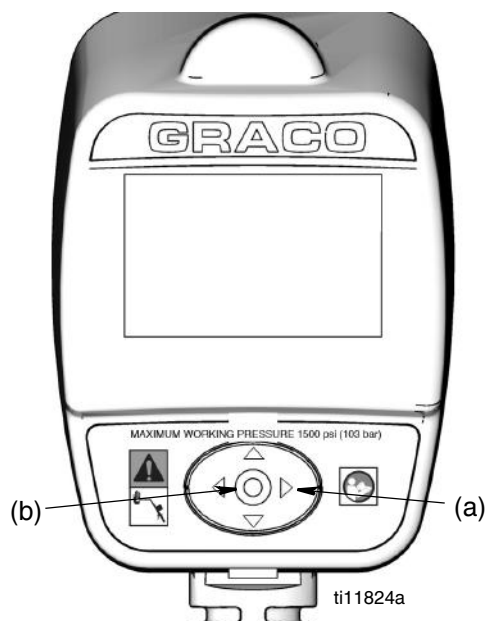
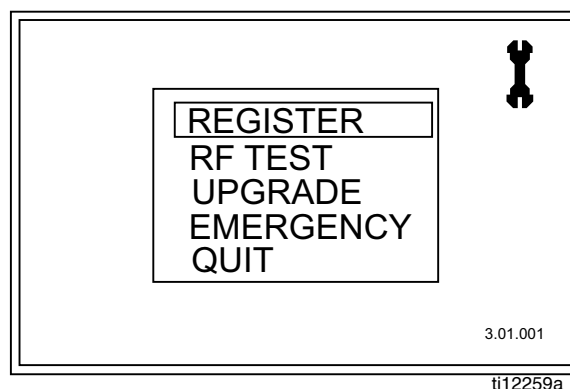

Рис. 3
Рис. 4
Экраны установок основной служебной программы (Рис. 4)
1. Чтобы перейти с экрана выдачи к экрану основной служебной программы, нужно сначала нажать на несколько секунд СТРЕЛКУ ВПРАВО (a) (Рис. 3).
2. Потом вместе со СТРЕЛКОЙ ВПРАВО нажать также центральную кнопку ВВОД (b) (Рис. 3). Удерживайте обе кнопки, пока не появится экран основной служебной программы (Рис. 4).